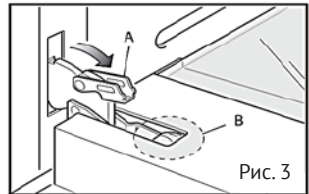

Рис. 3
- Потяните на себя фиксатор «А» (рис. 3).
- Полностью откройте дверцу (рис. 3).